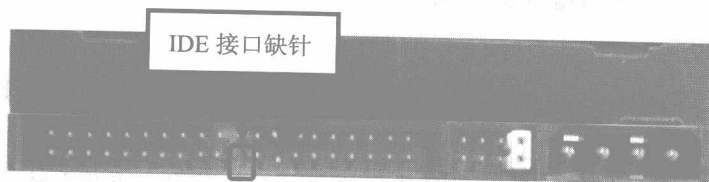

图 1-16
⑪ 设置完成重新启动电脑, 进入系统再次查看硬盘的工作模式, 发现仍为 PIO 模式, 因此断定硬盘不支持 DMA 模式。
⑫ 访问希捷官方网站, 查看该硬盘的性能指标, 发现其数据传输模式为 DMA 模式。
⑬ 排除了软件方面的故障, 此时怀疑故障是由硬件引起, 遂将硬盘从机箱中取出, 然后仔细观察硬盘的电路板和接口, 终于发现了问题, 硬盘的 IDE 接口上少了一根针, 如图 1-16 所示。